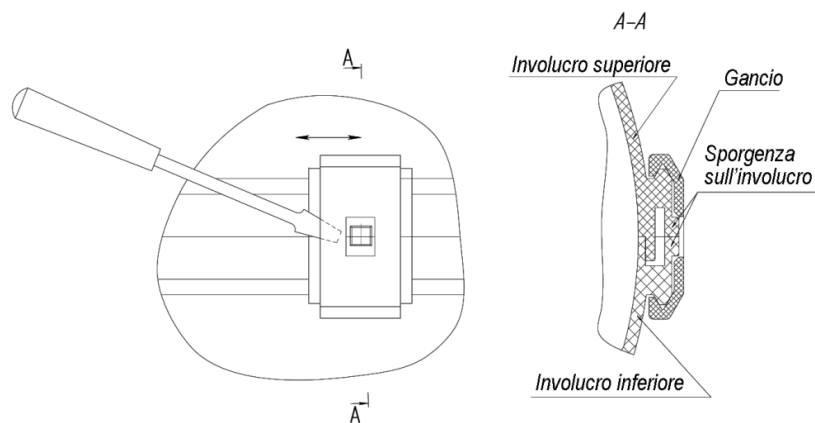

Fig. 1 - Retirada del gancho de la cubierta del calefactor.
- retire las cubiertas superior e inferior (Fig. 1);